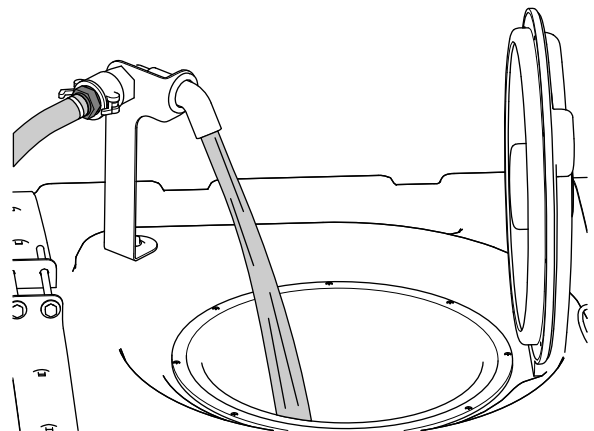

Figura 24
5. Añada 3/4 de la cantidad de agua necesaria al depósito de fumigación (Figura 24).